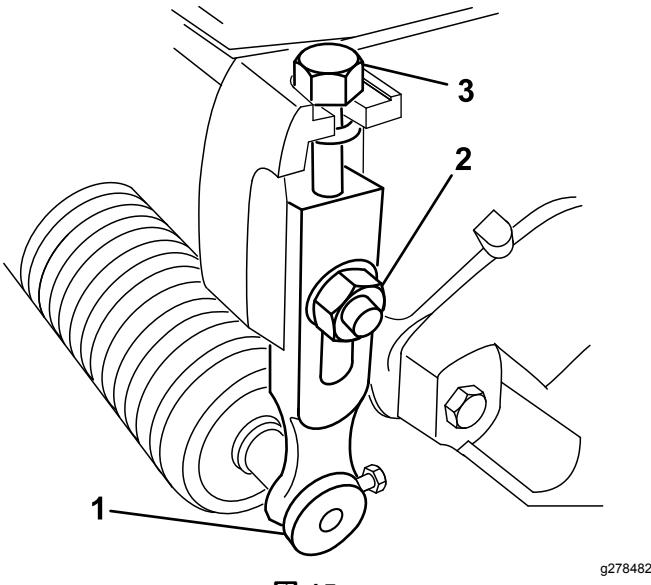

図 15
- 刈り高アームをカッティングユニットのサイドプレートに固定しているロックナットをゆるめる図 15。